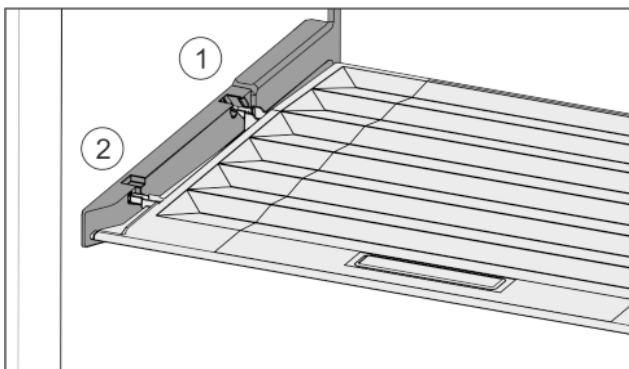

Fig. 33
- Deckelstege über Öffnung der hinteren Halterung Fig. 33 (1) einführen und vorne in Halterung Fig. 33 (2) einrasten.